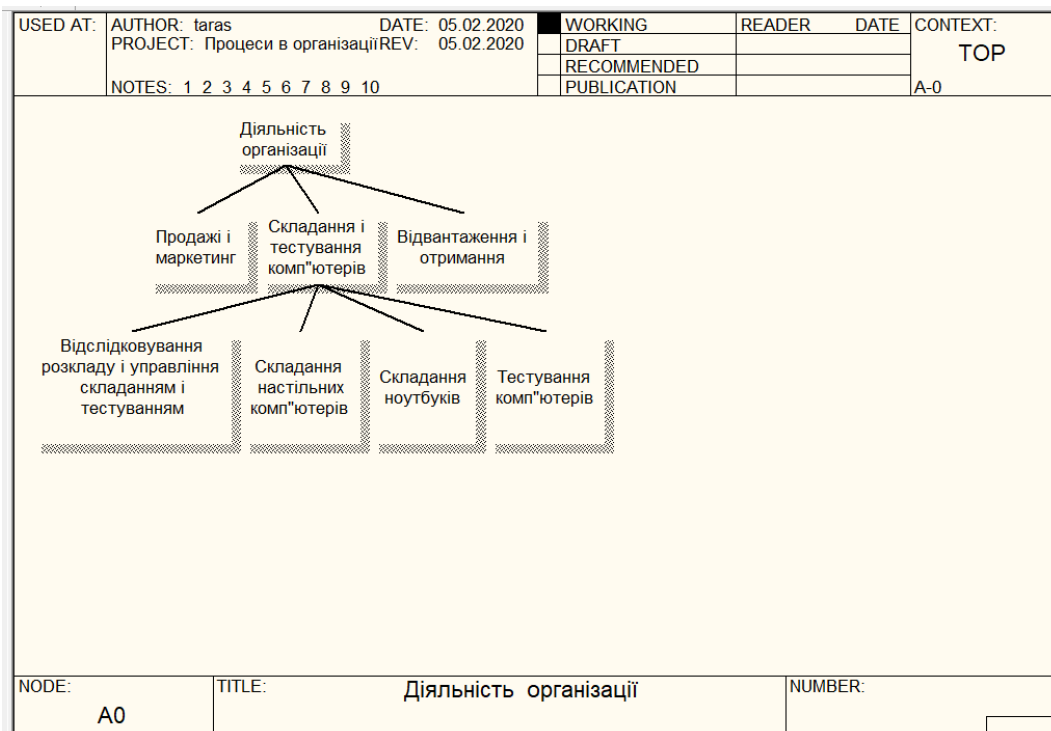

Рис.4. Приклади представлення дерева вузлів функціональної моделі:
- 11) Побудуйте діаграму дерева вузлів Node Tree (меню Diagram – Add Node Tree) (Рис.4). Задайте назву дерева, вкажіть кореневу діаграму дерева і кількість рівнів відображення, а також різні представлення дерева через діалогові вікна Node Tree Wizard.